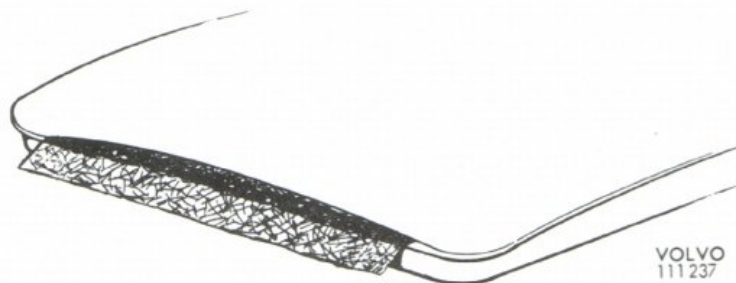

Bild 4
7. Placera in de plastade remsorna i fogen, och se till att materialet även kommer längst ut i ändarna av sprickan. Den oplastade kanten av remsorna används till att hålla i vid inplaceringen (bild 4).